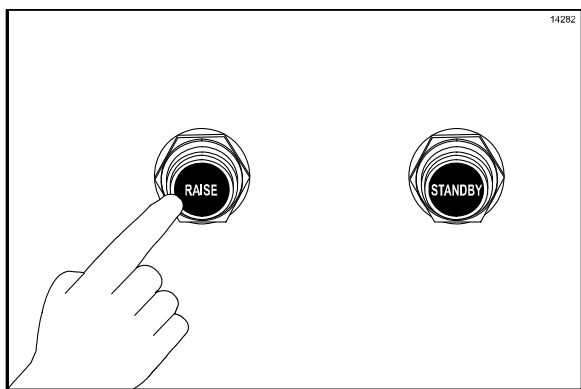

Рисунок 48
30. Для поднятия центральной плиты нужно нажать на красную кнопку "ПОДНЯТИЕ". (См. рис. 48)